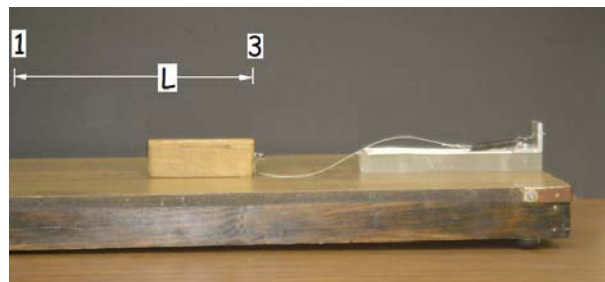

Figura 4
Por último, suelte el bloque, y déjelo moverse hasta que se detenga, y registre el alcance máximo, L , medido a partir de la posición desde la cual se soltó, tal como se indica en la Figura 4.
4.10 Con el uso de Matlab, obtenga la gráfica de la rapidez v del cuerpo en función de su posición x , teniendo como rango del dominio $0 \leq x \leq L$, tal como se ilustra en la Figura 4.